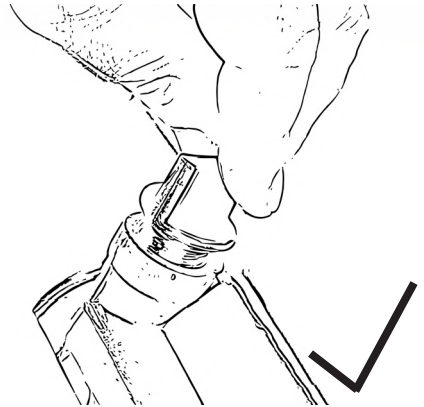

Bild 6
- Skruva loss oljepåfyllningspluggarna med ansluten oljesticka, Fig. 6.